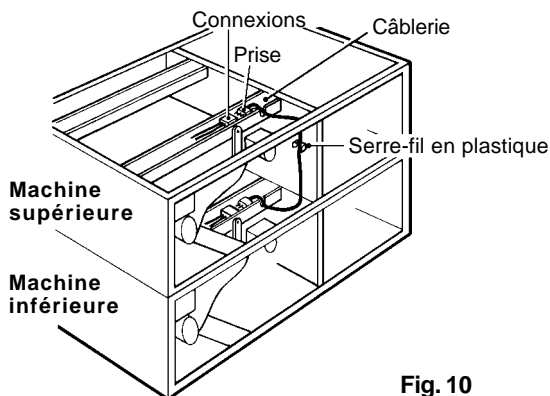

Fig. 10
15) Raccordez les câbles (prise à trois voies) de la machine inférieure aux connexions débranchées de la machine supérieure ou centrale, voir (10). Fixez les câbles à l'aide du serre-fil en plastique fourni. Positionnez la protection en plastique. Voir Fig. 10.